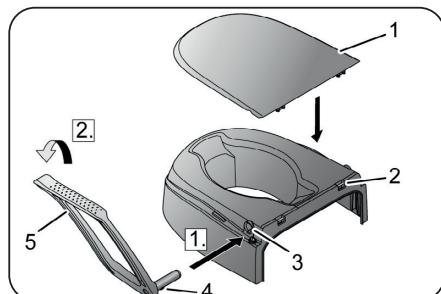

Fig. 8
1. Inserire il bracciolo (5, Fig. 8) nell'apertura laterale (3, Fig. 8) del corpo. La barra (4, Fig. 8) sull'asse del bracciolo deve scorrere nella scanalatura del corpo.
1. Posizionare la tavoletta (1, Fig. 8) sul corpo in modo che i ganci della tavoletta siano a contatto con le barre (2, Fig. 8) del corpo.